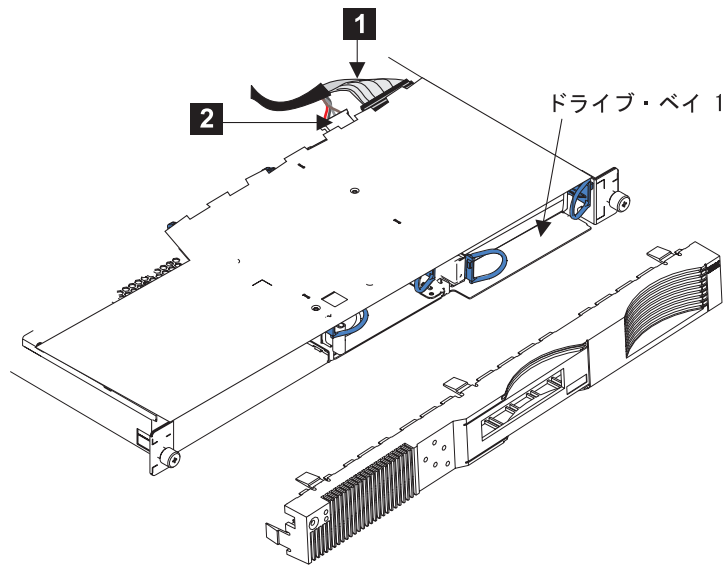

図 42. ディスク・ドライブの取り外し
4. SAN ボリューム・コントローラーの上部カバーを取り外します。 図 42 を参照してください。